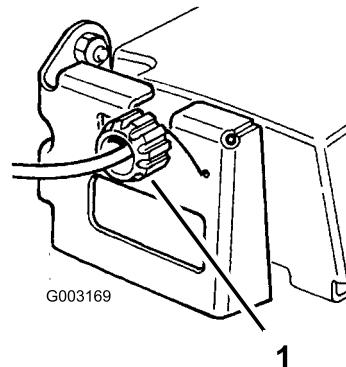

Figura 29
2. Se la trazione automatica non funziona, girate la manopola di comando di mezzo giro in senso orario. Se il tosaerba si sposta in avanti, girate di mezzo giro la manopola in senso antiorario per allentare la cinghia (Figura 29).